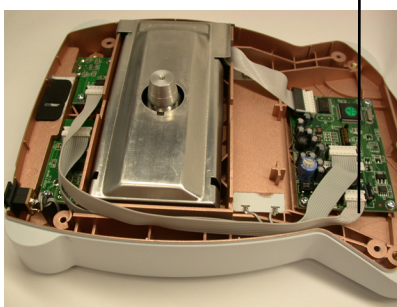

Figure 2D.
8. Connectez le câble du circuit imprimé sur a) le circuit imprimé de la deuxième interface RS232 et b) au connecteur CN6 du circuit imprimé principal sur la partie avant de la balance (reportez-vous à la figure 2D). Faites cheminer le câble du circuit imprimé vers le côté gauche du logement inférieur.